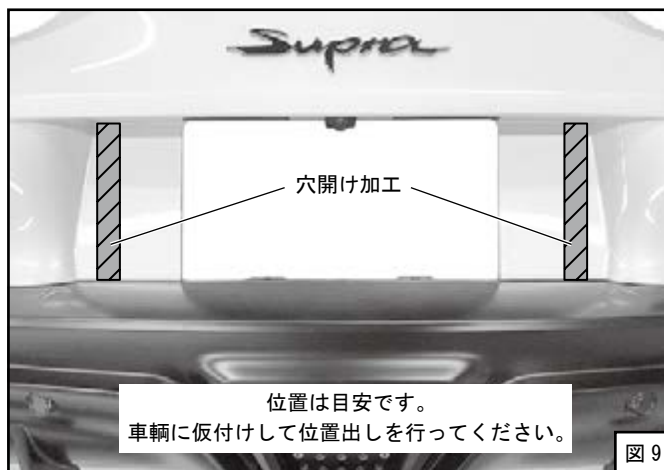
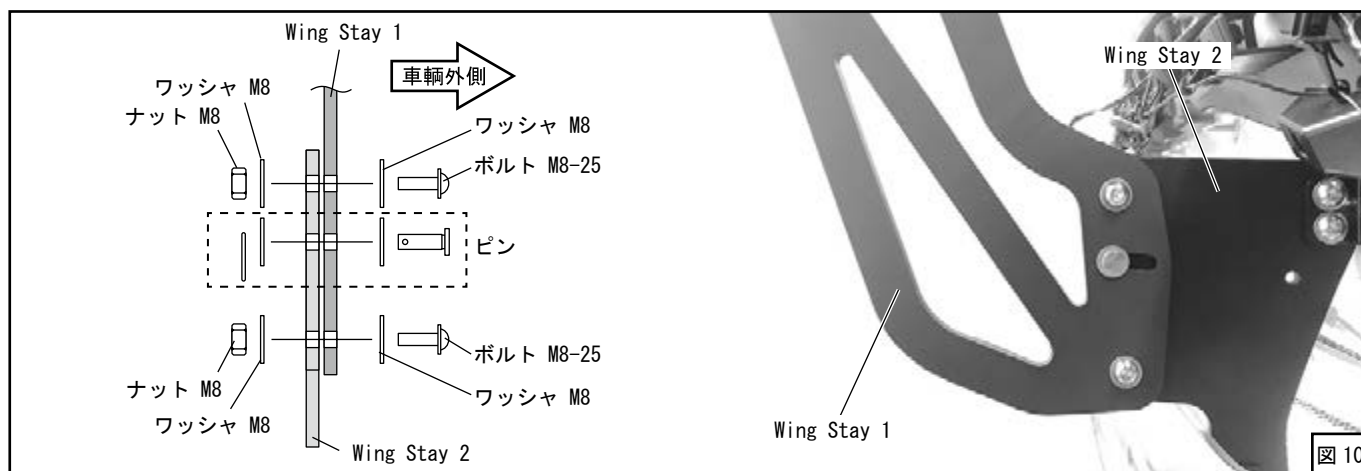

図 9
図 10
(15) 支柱幅出しゲージを取外してください。
(16) [Wing Stay 2] が通るようにリアバンパ ASSY に穴開け加工してください。(図 9)
(17) リアバンパ ASSY、ナンバープレートを元のように取付けてください。
(18) 穴開け加工に失敗した等、必要な場合にはリアバンパ ASSY に [Rear Bumper Cover] を M4 タッピングビスを使用して取付けてください。
(19) [Wing Stay 1] を取付けてください。(図 10)